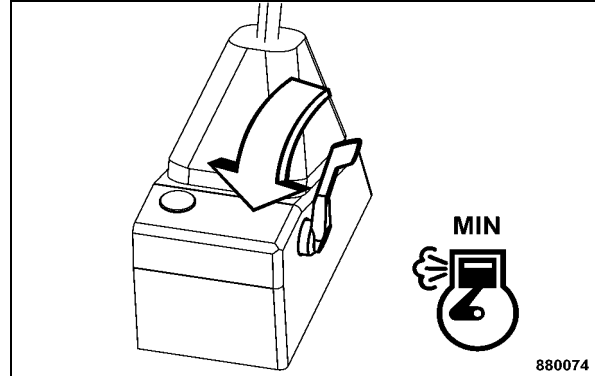

Fig. 70
- Positionner le levier de réglage du régime (Fig. 70) sur "MIN" (ralenti).